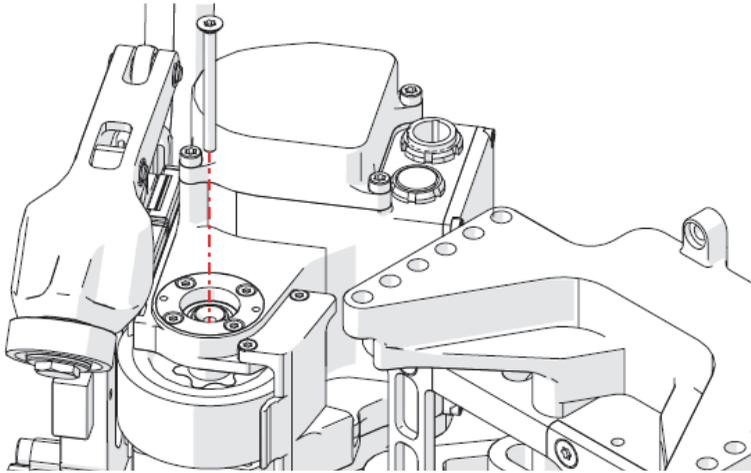

图2-11 从轴上取下螺钉
12. 使用T20 Torx螺丝刀，拆下轴上的螺钉（参见第91页的图2-11）。